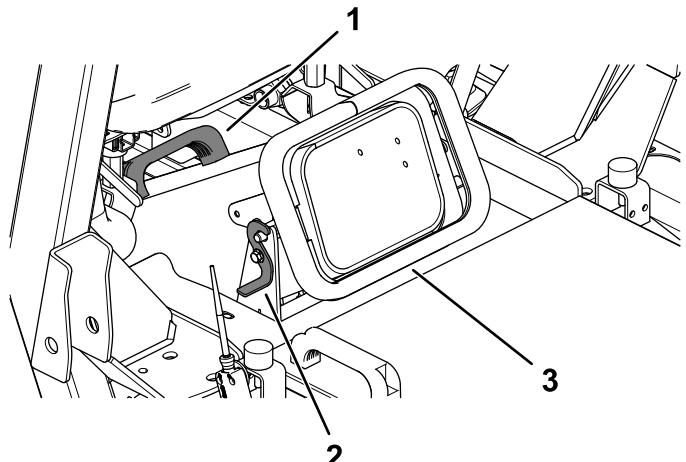

Figura 27
7. Utilizando o manípulo na calha, remova a calha e limpe-a e à abertura da plataforma do cortador (Figura 27).
8. Instale a calha e prenda-a com os trincos (Figura 27).
6. Destranque a calha de relva (Figura 27).